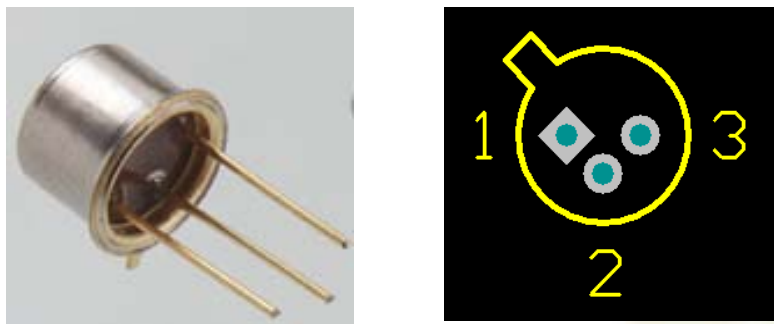

图3-5 穿孔安装式元件外型及其PCB焊盘
- ❖ 典型直插式元件封装外型及其PCB板上的焊接点如图3-5所示。直插式元件焊接时先要将元件引脚插入焊盘通孔中，然后再焊锡。由于焊点过孔贯穿整个电路板，所以其焊盘中心必须有通孔，焊盘至少占用两层电路板。